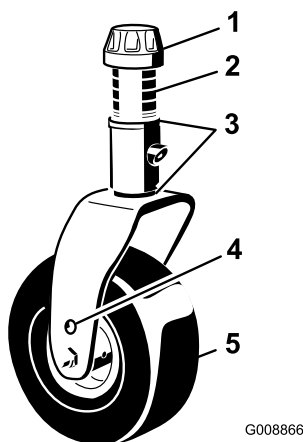

Figure 85
1. Enlevez le chapeau de tension de l'axe de pivot et sortez l'axe du bras de la roue pivotante (Figure 85).